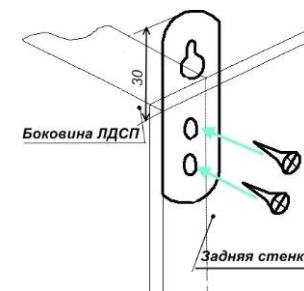

Рис. 3 Схема установки подвески
**Внимание: Кровать необходимо зафиксировать к стене с помощью подвесок – Ф (см. рис. 3) в целях безопасности ваших детей.**